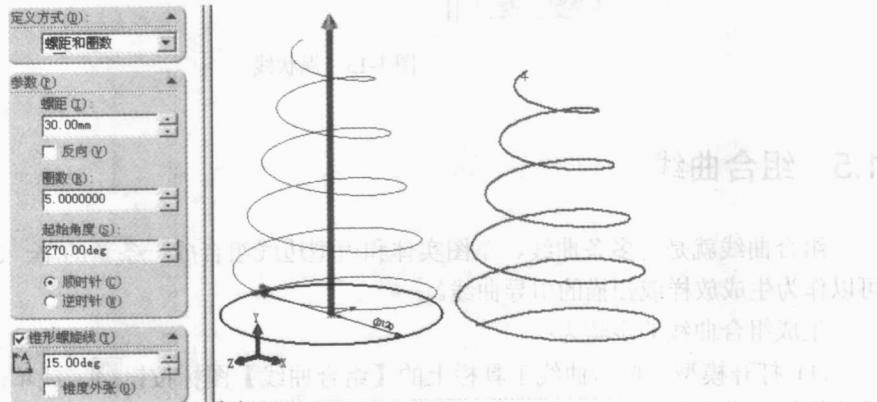

图 1-12 圆锥螺旋线
(1) 单击 \square \rightarrow 【零件】 \rightarrow 【确定】。
(2) 单击特征管理器中的 上视 \rightarrow 草图 \rightarrow 圆 \rightarrow C ，绘制 1 个直径为 120mm 的圆，圆的直径控制螺旋线的直径，退出草图。选择刚绘制的圆。
(3) 单击曲线工具栏上的【螺旋线 / 涡状线】图标按钮 Spiral ，在【螺旋线 / 涡状线 1】属性管理器和绘图区域中进行设置和选择，如图 1-12 所示，单击【确定】图标按钮 \checkmark 。